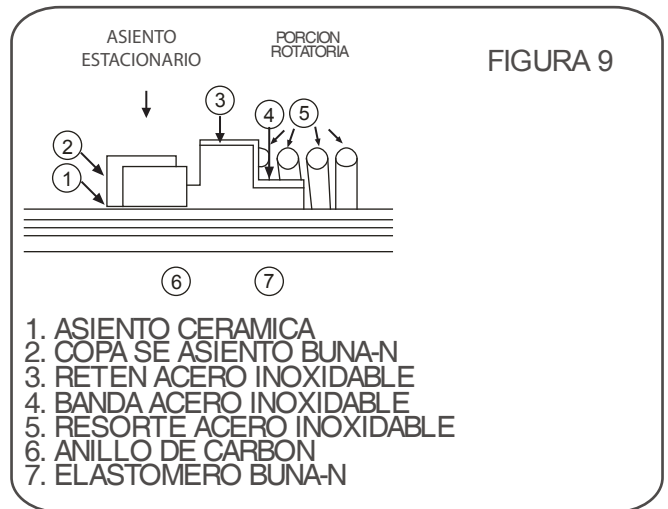

FIGURA 9
- 2.- Instale el conjunto del asiento (1 y 2, vea la figura 9), en la parte interior del acoplamiento intermedio, usando aceite SAE No. 90 en las partes de hule. Este ensamble deberá de hacerse con los dedos solamente.
- 3.- Esta listo para instalar la porción rotativa del sello sin el resorte. Lubrique la flecha y la parte interior del sello con tres o cuatro gotas de aceite SAE No. 10. Con las manos secas y limpias inserte la porción rotativa hacia la flecha, deslizándola hasta que tope con el asiento estacionario. Una vez que el sello este en su posición inserte el resorte. (5)